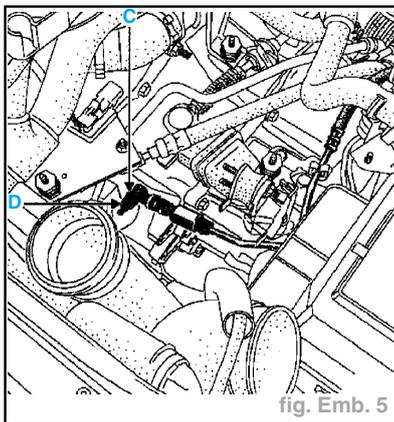

fig. Emb. 5
- Effectuer une purge du circuit à l'aide de la vis de purge (D) située sur le raccord de liaison sur le récepteur (fig. Emb. 5).
- Lors de la purge, utiliser une clé à oeil pour immobiliser le raccord (C) en rotation pendant le serrage et le desserrage de la vis de purge afin de ne pas l'endommager.
- Désaccoupler le tuyau de liaison émetteur-récepteur en dégageant l'agrafe située sur le raccord (C) (fig. Emb. 5).